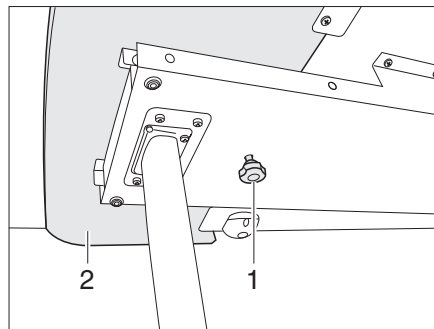
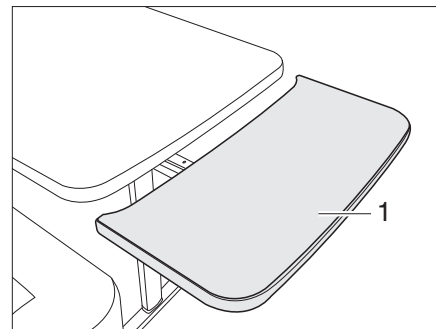

Fig. 72 Verrouillage de la rallonge de table
Fig. 73 Rallonge de table
- Desserrer la vis moletée (Fig. 72,1).
- Faire entièrement sortir la rallonge de table (Fig. 72,2) (Fig. 73).
- Faire opérer un arc de cercle vers le haut à la rallonge du plateau de table (Fig. 73,1). La rallonge du plateau de table affleure au plateau de table.
- Tirer à fond la rallonge du plateau de table (Fig. 73,1) dans le sens opposé au plateau et la pousser vers le bas en forçant la résistance des ressorts de retenue. La rallonge du plateau de table descend en opérant un arc de cercle (Fig. 73).
- Serrer la vis moletée (Fig. 72,1).